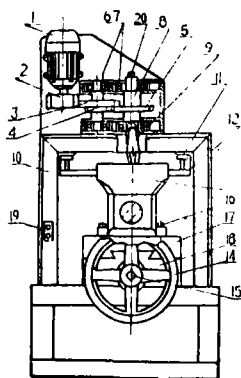

图1 鎖接手卡槽立銑机
鎖接手立銑機是由机架、老虎鉗子、進退刀滑板、銑刀旋轉裝置、電動機等部分組成，如图 1 所示。銑刀⑨是旧料鍛成經車制加工，上面鍍焊廢鉗子頭硬質合金 4 塊，形狀與尺寸如图 2。銑刀代有錐度可插入主軸⑧內，用螺絲②固定。換刀時，卸掉螺絲，用銷銑穿入主軸孔內即能將銑刀頂出。